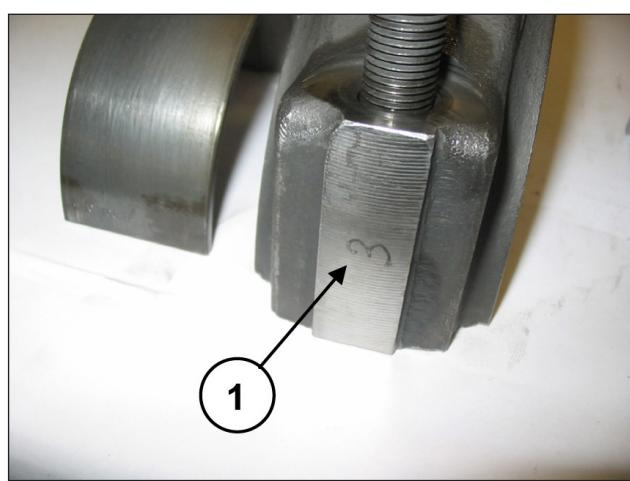

图 25
为了避免可能出现的错误，连杆帽和半连杆在一侧有编号 (位置①, 图 25)。